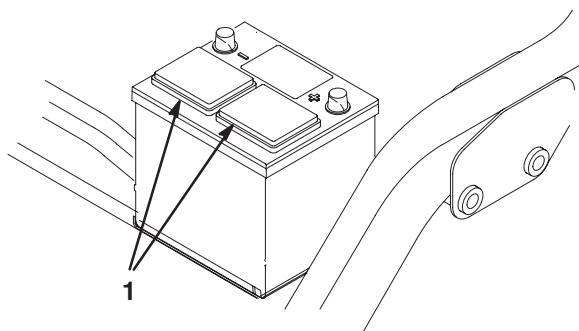

Figure 4
2. Nettoyez le dessus de la batterie puis retirez les bouchons d'aération (Fig. 4).